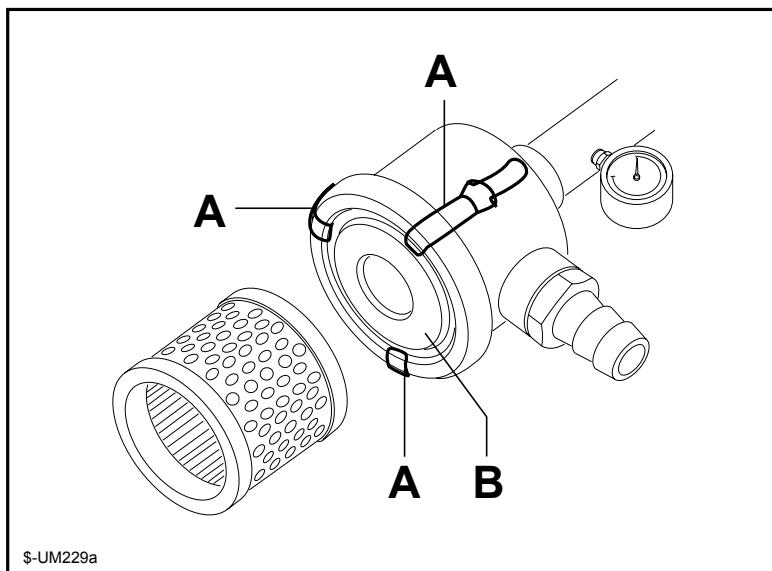

Fig. 20.3b
- Aprire le molle di chiusura A (fig. 20.3b) e togliere il coperchio B